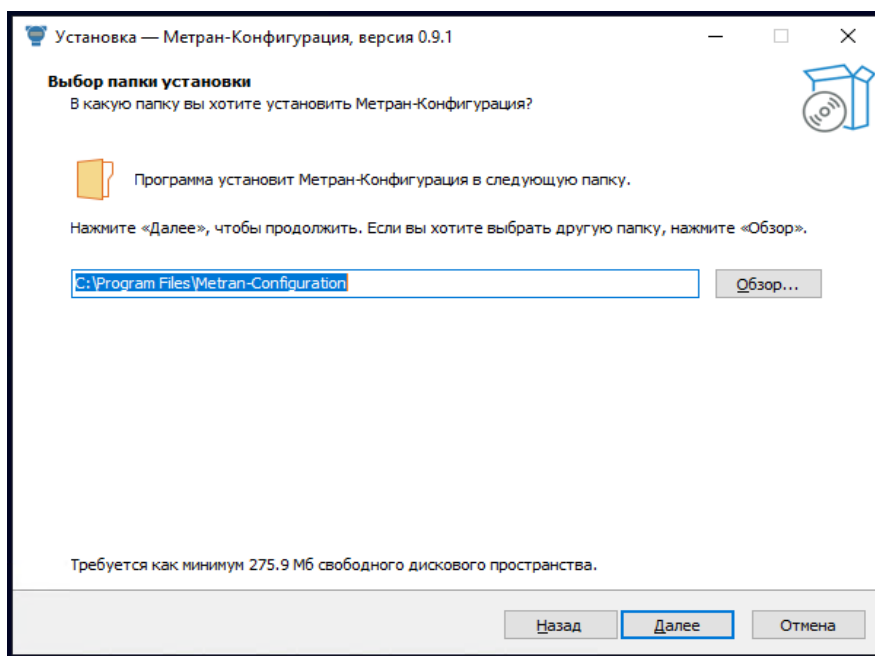

Рис. 4 Окно установщика с выбором папки установки
3. Нажмите кнопку *Далее*. Появится следующая страница установщика с выбором папки установки программы (рис. 4). Можете выбрать другую папку, отличную от предложенной по умолчанию.